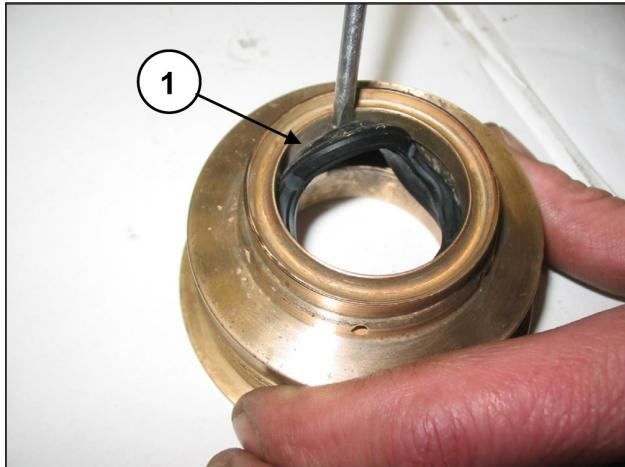

Fig. 173
Para remover a junta de baixa pressão, é necessário usar um medidor de espessura ou uma ferramenta que não danifique o local do suporte da junta (pos. ①, Fig. 173).